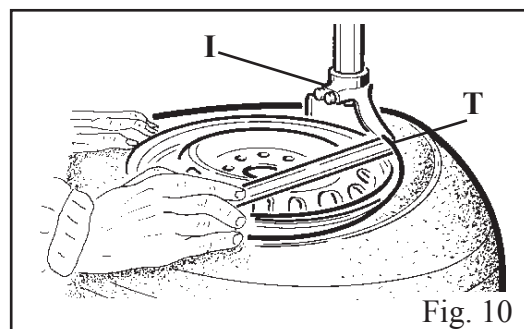

Fig. 10
- Abbassare il braccio operante (M) sino ad appoggiare l'utensile integrale (I) sul bordo del cerchio e bloccarlo con la leva (K). In questo modo abbiamo bloccato il braccio in senso verticale. Ora occorre allontanare manualmente la torretta dal cerchio (circa 2 mm.), agendo sul volantino posto nella parte sinistra del palo orizzontale.
- Con l'aiuto della leva (T), infilata fra tallone e la parte anteriore della torretta integrale (I), portare il tallone del pneumatico sopra la torretta stessa (Fig. 10) **N.B.**: per evitare di danneggiare l'eventuale camera d'aria, è consigliabile fare questa operazione con la valvola circa 10 cm. a destra della torretta
- Mantenendo la leva in questa posizione, far ruotare il piatto (Y) in senso orario tenendo premuto il pedale (Z) fino alla completa fuoriuscita del pneumatico dal cerchio.
- With the lever (T) inserted between the bead and the front section of the mounting head (I), move the tyre bead over the mounting head (Fig. 10). **Note:** In order to avoid damaging the inner tube, if there is one, it is advisable to carry out this operation with the valve about 10 cm to the right of the mounting head.
- With the lever held in this position, rotate the turntable (Y) in a clockwise direction by pressing down on pedal (Z) until the tyre is completely separated from the wheel rim.
•Avec le levier (T) enfilé entre le talon et la partie avant de la tête (I), porter le talon du pneu au-dessus de la tête (fig. 10).
•En tenant le levier dans cette position, faire tourner le plateau (Y) dans le sens horaire en appuyant sur la pédale (Z) jusqu'à ce que le pneu sorte complètement de la jante.
-Mit Hilfe des Hebels (T), der zwischen den Reifenwulst und den vorderen Teil des Montierfußes (I) eingeführt wurde, wird der Wulst nun über den Montierfuß transportiert (Abb. 10). **WICHTIG:** Falls ein Schlauch vorhanden ist, wird empfohlen, bei dieser Operation zu dessen Schutz des Ventil zirka 10 cm rechts vom Montierfuß zu halten.
-Hebel in dieser Position halten, durch konstanten Pedaldruck (Z) Zentriertisch (Y) im Uhrzeigersinn drehen lassen, bis der Reifen komplett aus der Felge hervorgetreten ist.